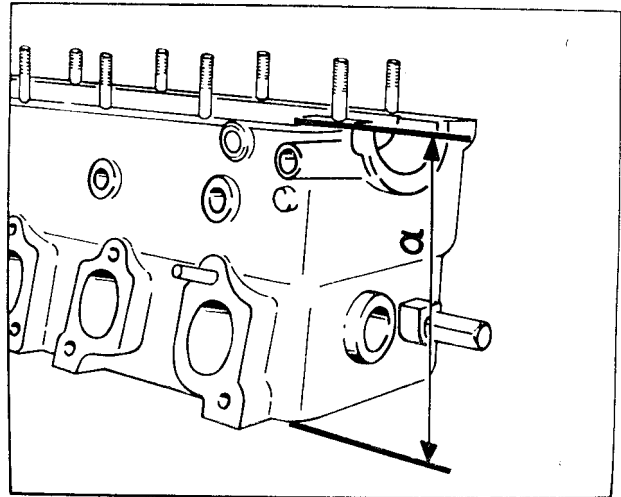
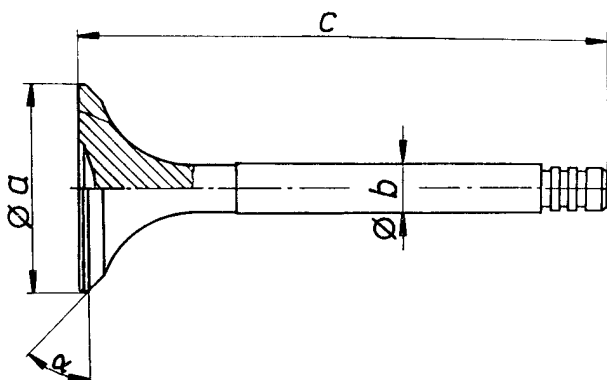

Bild M 26. Zylinderkopf-Nacharbeitsmaß
Bild M 29. Ventilmaße
Nacharbeit siehe Bild M 26
- (11) Wellendichtring
- (12) Zwischenstößel
- (13) Zylinderkopf
- Dichtfläche nacharbeiten (siehe Bild M 26)
- (14) Ventile
- Ventilmaße siehe Bild M 29.